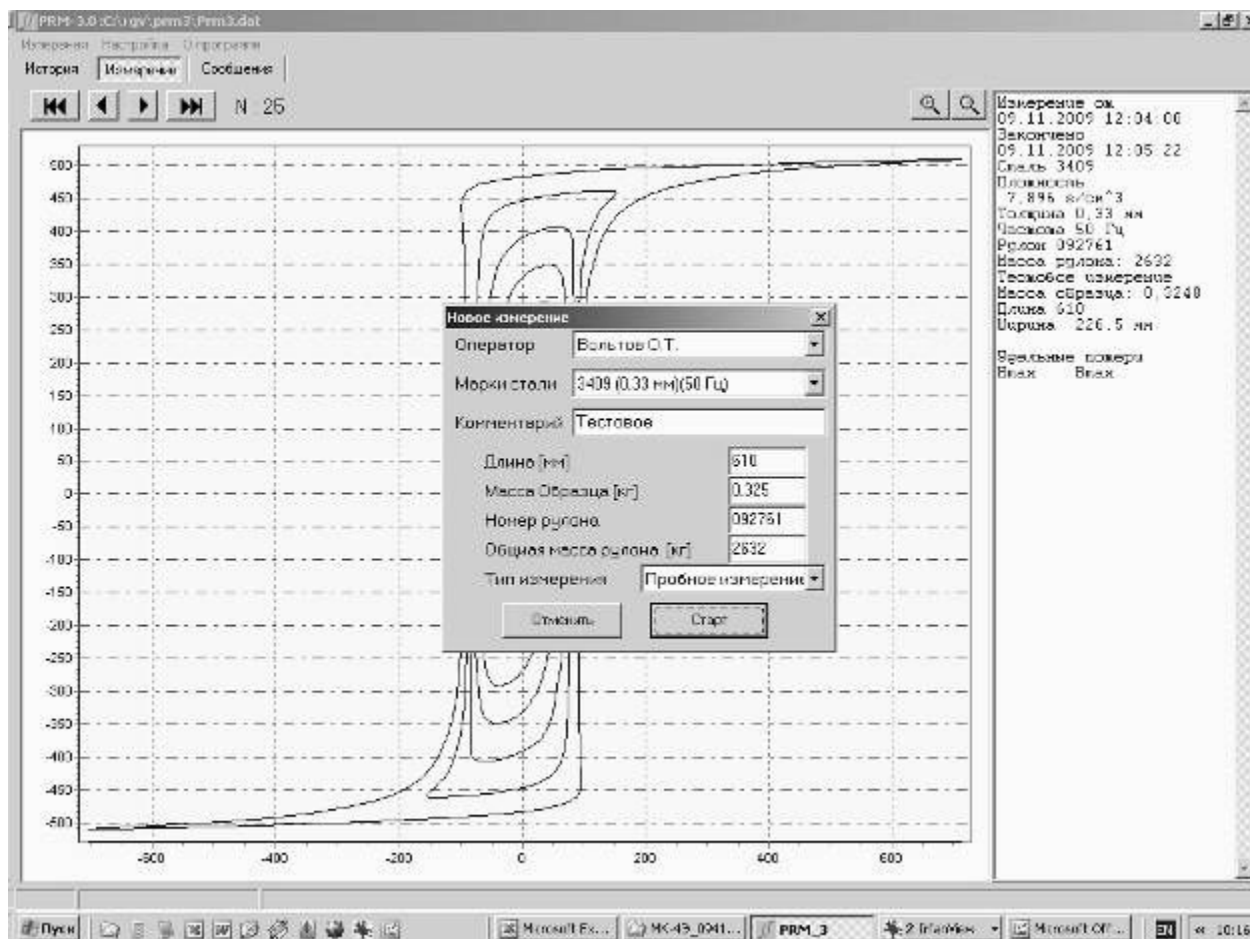

Рис.6 Окно "Измерения\Новое измерение"
2.3.2.15 Кнопка "Новое Измерение" открывает поверх основного окна окно для выбора и ввода исходных данных (рис.6).